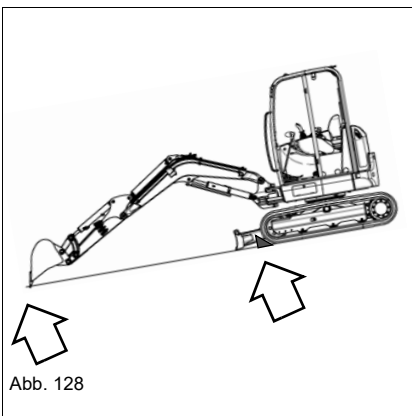

Abb. 128
- Fahrzeug mit Unterlegkeilen sichern (siehe Abb. 128).